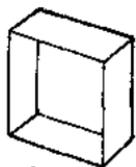

图 8
3. 后框 剪一条  $300 \times 55$  (毫米)2 的长条纸板, 照图 8 粘成一只方框, 在方框的一面用浆糊蒙上白色半透明纸。